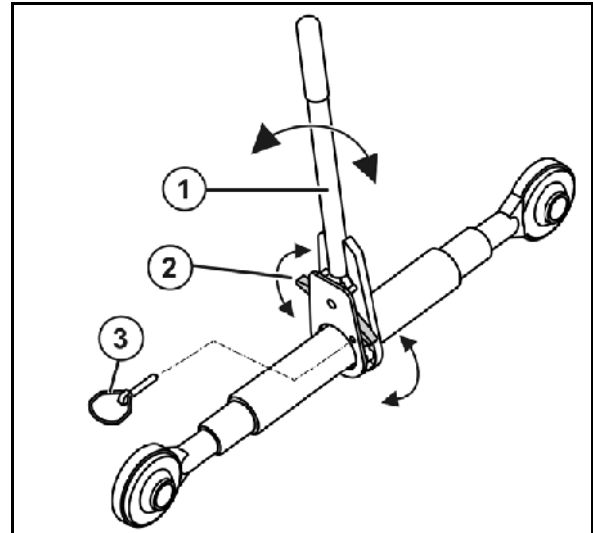

Fig. 36
1. Retirar el pasador clavija (Fig. 36/3).
2. Encajar la palanca abatible (Fig. 36/2) según la dirección de giro deseada.
3. Alargar/acortar el husillo mediante la palanca de mano (Fig. 36/1).
4. Asegurar el ajuste con el pasador clavija (Fig. 36/3).